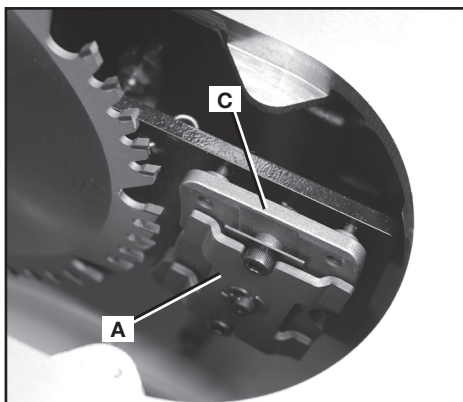
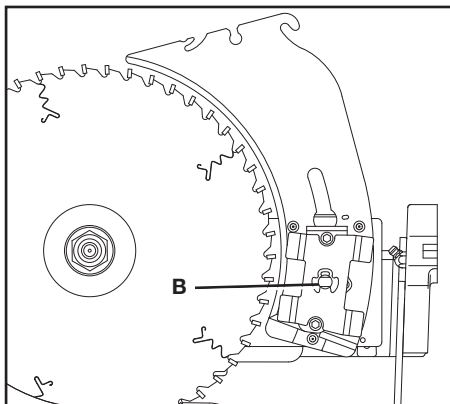

FIG. 80
FIG. 81
PLAQUE DE SERRAGE DU COUTEAU SÉPARATEUR (A) fig. 80 : ne pas laisser la poussière et les débris s'accumuler dans cette zone. Débarrasser régulièrement la zone avec de l'air comprimé.
TIGE DE SERRAGE DU COUTEAU SÉPARATEUR (B) fig. 81 : lubrifier occasionnellement cette zone — la tige de vis (B) — pour assurer la liberté de mouvement. Mettre le lubrifiant sur la surface d'appui de la tige de serrage (B), là où elle pénètre dans le bloc de positionnement (C) fig. 80.